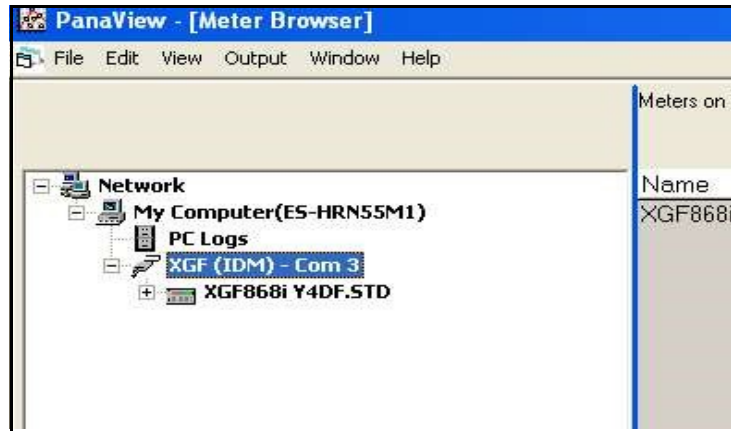
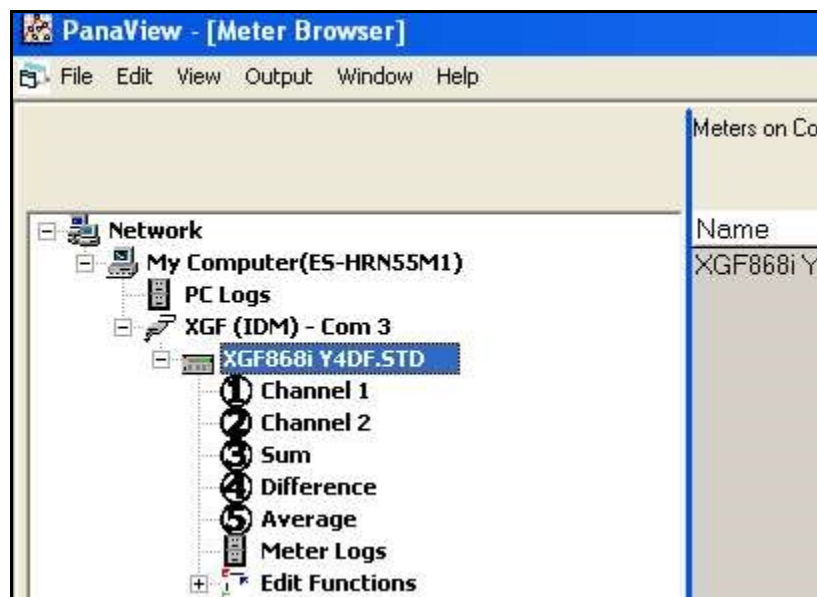

Figure 37: arborescence réseau mise à jour
Figure 39: arborescence du débitmètre avec option Edit Functions (Éditer les fonctions)
Si l'initialisation réussit, la fenêtre *Meter Browser* (Navigateur de débitmètre) affiche une arborescence similaire à celle illustrée *Figure 37*.
1. Dans l'arborescence du navigateur du débitmètre (*New Meter Browser*, voir *Figure 37* à la page 75), cliquez sur l'entrée XGF. L'écran illustré *Figure 39* apparaît.